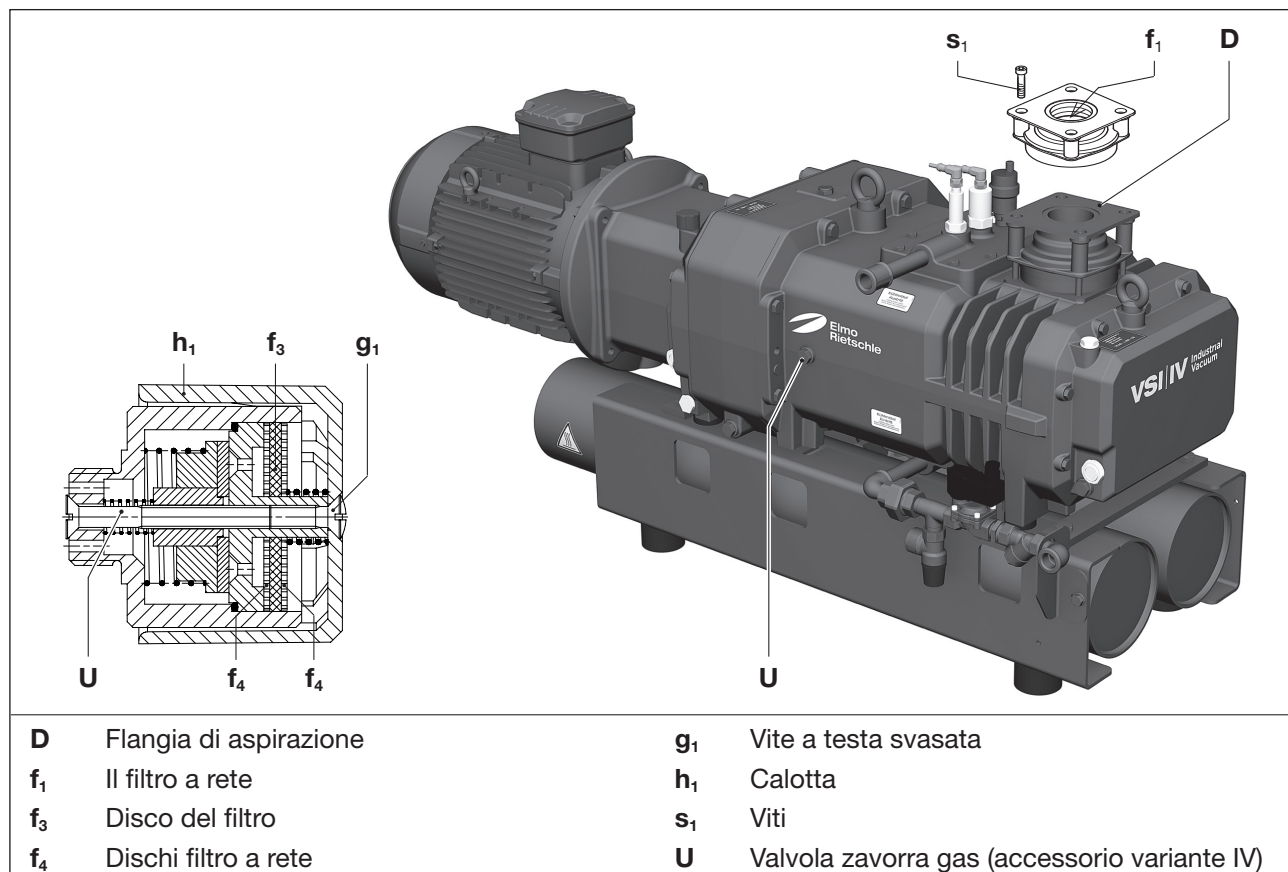

Fig. 18 Filtro dell'aria e Valvola zavorra gas
Il filtro a rete (Fig. 18/f₁) deve essere lavato o soffiato più o meno frequentemente in base al grado di sporcizia, oppure deve essere sostituito. Controllare anche la sede della valvola per verificare che non vi siano impurità.
- a) Rimuovere la flangia di aspirazione (Fig. 18/D) dopo aver allentato le viti (Fig. 18/s₁).
- b) Pulire il filtro a rete (Fig. 18/f₁).
Le pompe funzionano con una valvola zavorra gas (Fig. 18/U).
Il disco del filtro integrato (Fig. 18/f₃) e i dischi filtro a rete (Fig. 18/f₄) devono essere puliti in base al grado di sporcizia del prodotto da filtrare con maggiore o minore frequenza tramite soffiaggio.
- a) Allentare la vite a testa svasata (Fig. 18/g₁) e rimuovere la calotta in plastica (Fig. 18/h₁).
- b) Rimuovere il filtro a disco (Fig. 18/f₃) e i dischi a setaccio (Fig. 18/f₄) e pulirli mediante soffiaggio o sostituirli.
- c) Collocare il filtro a disco (Fig. 18/f₃) tra i dischi filtranti (Fig. 18/f₄) e inserire nella valvola.
d) Applicare un cappuccio di plastica (Fig. 18/h₁) e fissarlo con una vite a testa svasata (Fig. 18/g₁).